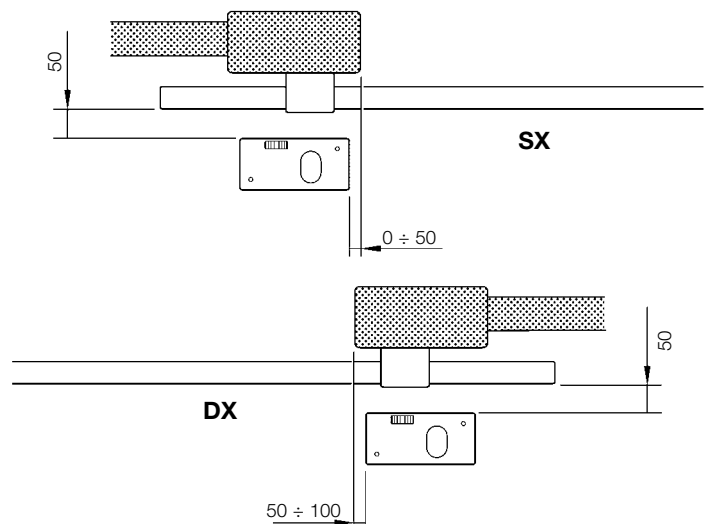
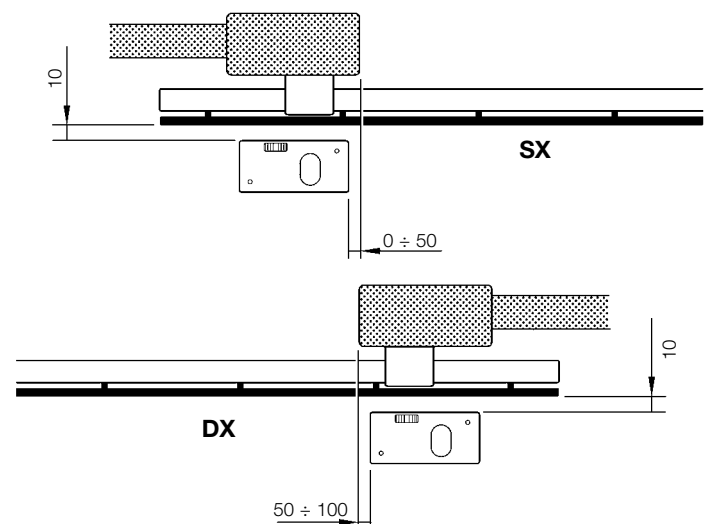

Figura 11
Figura 12
- Ya sea que el motorreductor esté montado a izquierda "IZQ." o a derecha "DCHA.", es necesario que se respeten las cotas indicadas en la figura 11 (puerta sin cremallera) y en la figura 12 (puerta con cremallera ya instalada).
1 Realice un pozo de cimentación, respetando aquello indicado en el párrafo “Controles preliminares” y las medidas indicadas en la figura 11 de la página 7.
4 Coloque la placa de cimentación de manera que el lado marcado por las ranuras (que indican la posición del piñón) se encuentre dirigido hacia la puerta, respetando las medidas indicadas en la figura 11.
1 Realice un pozo de cimentación, respetando aquello indicado en el párrafo “Controles preliminares” y las cotas indicadas en la figura 12 de la página 7. La placa de cimentación debe estar a 77 mm de la cremallera, véase la figura 15.
4 Coloque la placa de cimentación de manera que el lado marcado por las ranuras (que indican la posición del piñón) se encuentre dirigido hacia la puerta, respetando las medidas indicadas en la figura 12.